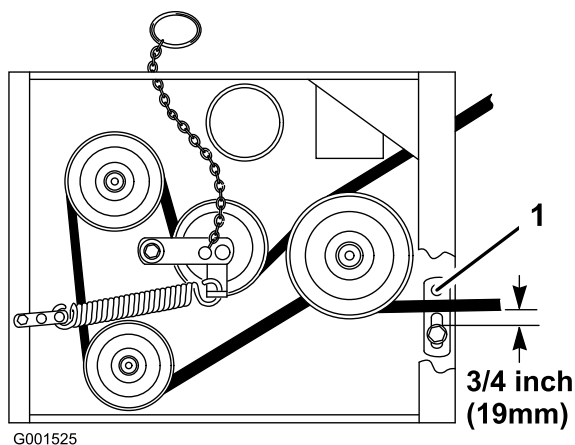

Figure 50
- Vérifiez que le guide-courroie sous le bâti du moteur est réglé correctement (Figure 50).
Remarque: Le guide-courroie et la courroie du plateau de coupe doivent être espacés de 19 mm (3/4") quand la courroie est engagée (Figure 50). Réglez la courroie du plateau de coupe au besoin. La courroie désengagée ne doit pas traîner ni tomber de la poulie quand les guides sont réglés correctement.